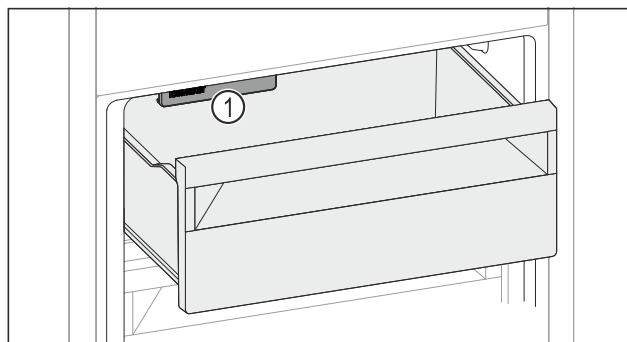

Fig. 131
- ▶ Uwzględnić IceMaker Fig. 131 (1).